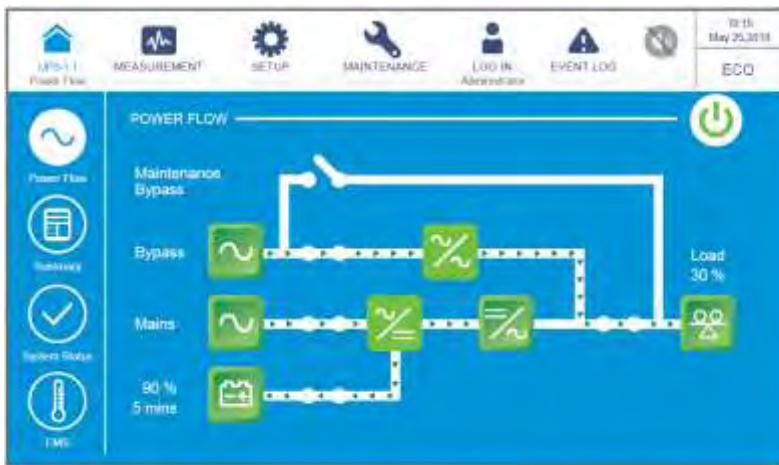

Рисунок 6-26: Экран ECO-режима
- 11 После выбора 'YES' для запуска инвертора ИБП, каждый силовой модуль запустится и выполнит самопроверку. В это же время система начинает синхронизацию с байпасным источником переменного тока. После завершения самопроверки ИБП автоматически перейдет в режим работы от батарей. После того, как система подтвердит, что байпасное напряжение в норме, ИБП автоматически переключится в ECO-режим, чтобы обеспечить подачу питания с байпасного источника переменного тока (см. Рисунок 6-26). В этот момент трехцветный светодиодный индикатор загорается зеленым цветом, и появляется